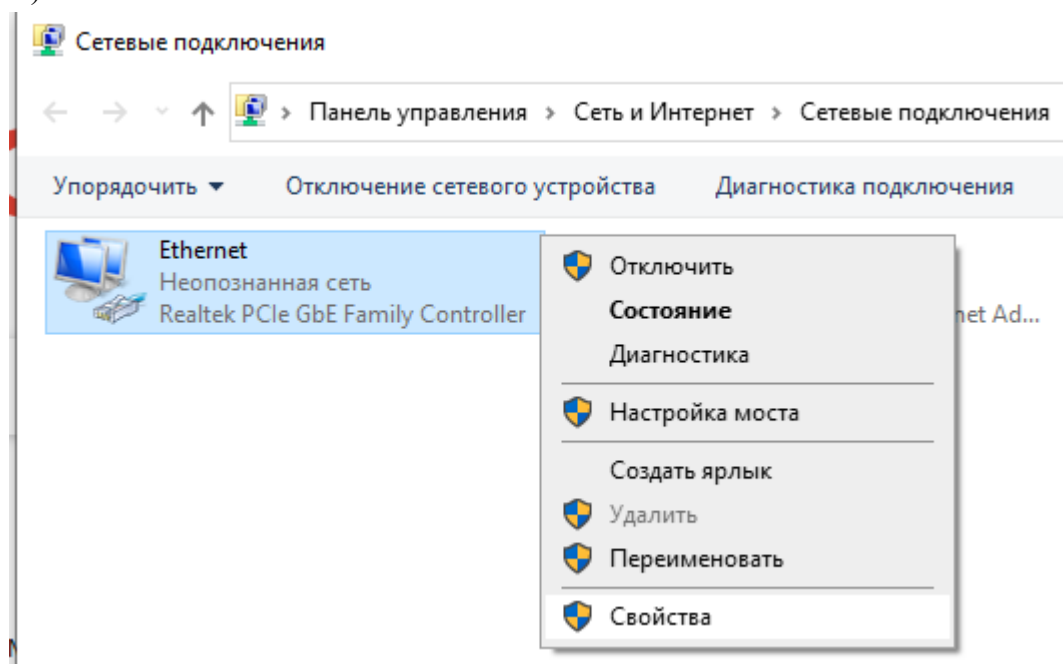
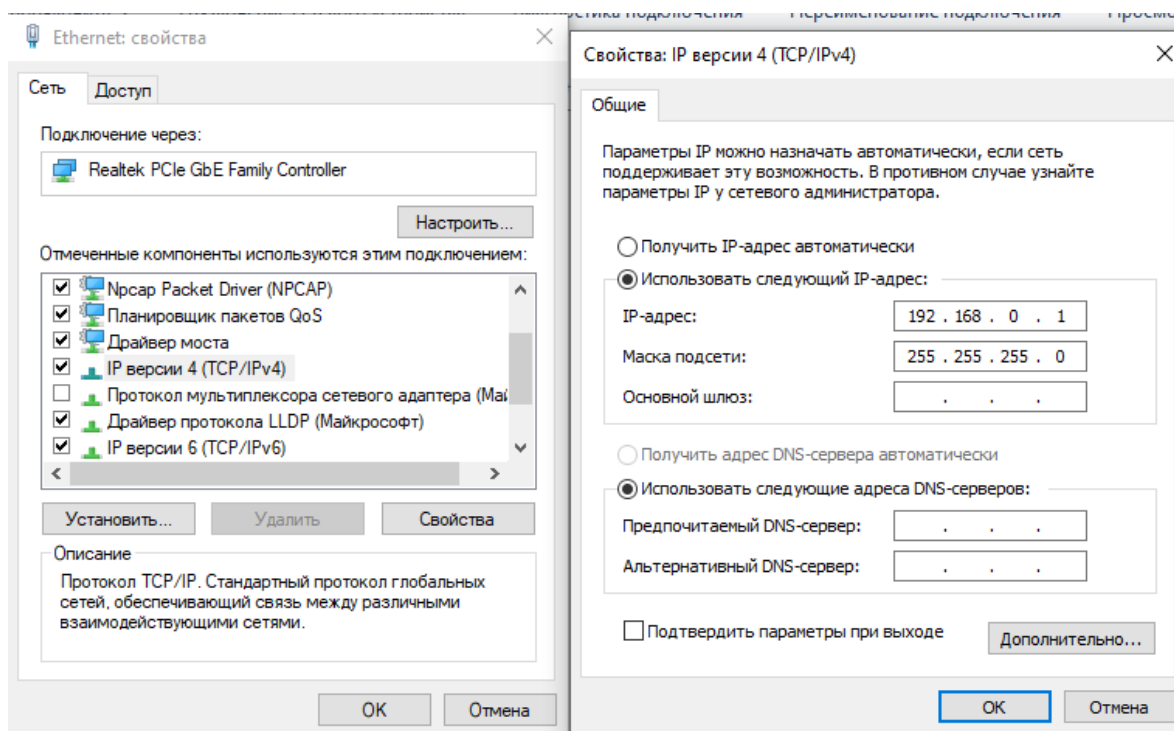

Рисунок 6. Сетевые подключения
Рисунок 7. Параметры подключения
6.1.2 Для установления соединения с веб-сервером, входящим в состав комплекта, необходимо обеспечить нахождение ПК пользователя и комплекта в одной логической подсети. С этой целью сетевому адаптеру ПК (см. рис. 6) должен быть назначен статический IP-адрес из диапазона 192.168.0.1 – 192.168.0.254, исключая адрес 192.168.0.50, зарезервированный за веб-сервером комплекта. Рекомендуется использовать адрес 192.168.0.1 (см. рис. 7).
6.1.3 После присвоения ПК указанного адреса и установки маски подсети 255.255.255.0 (см. рис. 7) доступ к веб-интерфейсу комплекта осуществляется через любой браузер (кроме Internet Explorer) по адресу <http://192.168.0.50>. **Данный шаг является обязательным условием для обнаружения комплекта в сети**, выполнения его первичной настройки и изменения сетевых параметров (в том числе присвоения прибору постоянного IP-адреса, соответствующего локальной инфраструктуре).